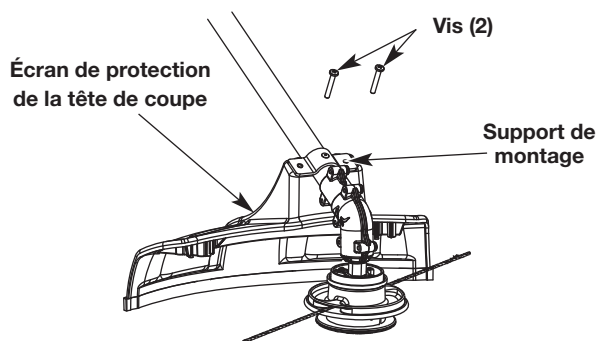

Fig. 1
1. Placez l'écran de protection de la tête de coupe sur le support de montage. Alignez les trous de l'écran de protection de la tête de coupe avec ceux du support de montage. (Fig. 1)